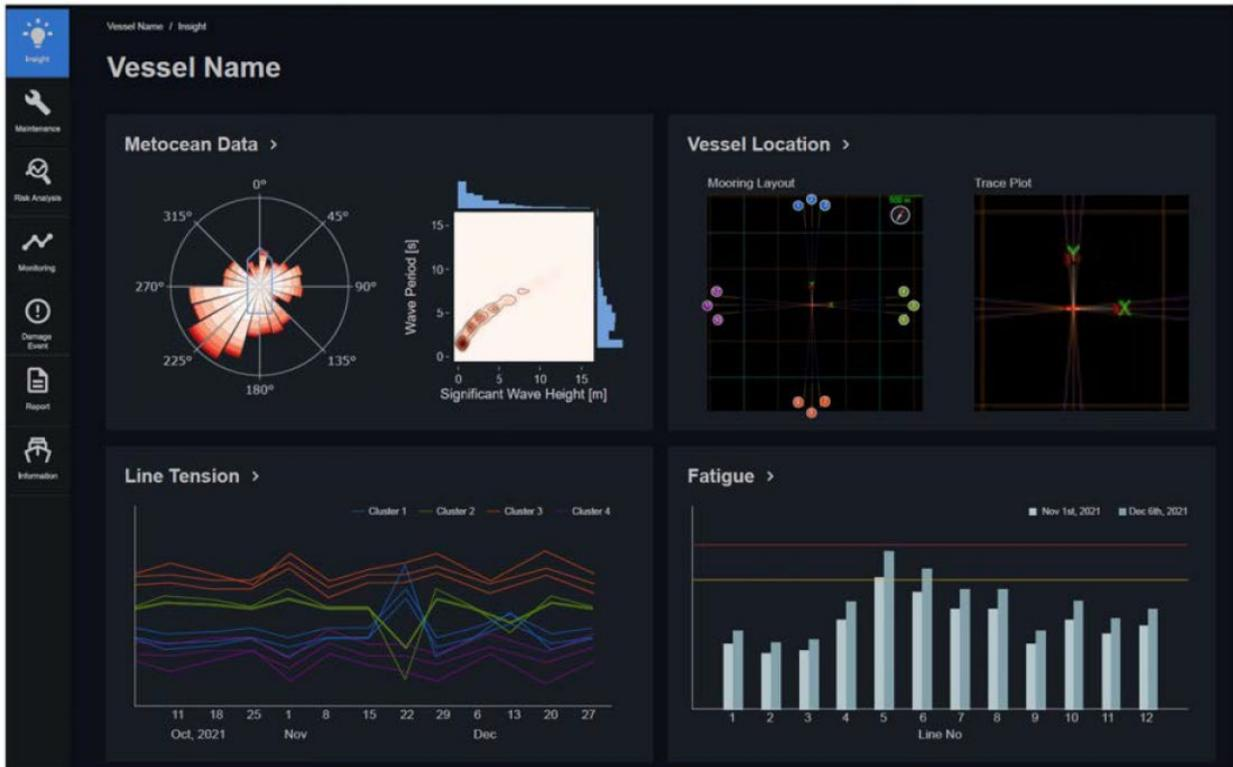

図3 デジタルツインダッシュボードシステムの画面例(サマリページ)
⑥ 係留デジタルツインシステムの構築
- Phase 1事業で試作したダッシュボードシステムを原案として、デジタルツインシステムを試作した。本システムは、7つのページで構成され、ダッシュボードは、係留システム全体、各係留ライン、各チェーンについて、健全性評価に関する情報を与える（図3）。